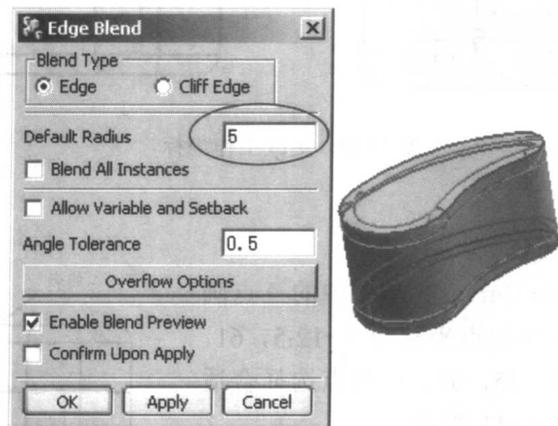

图 1-8 实体倒角
(2) 周边倒圆。利用 Form Operation→Edge Blend 给锤头体周边倒圆。倒圆角  $R=5\text{mm}$ ，如图 1-8 所示。